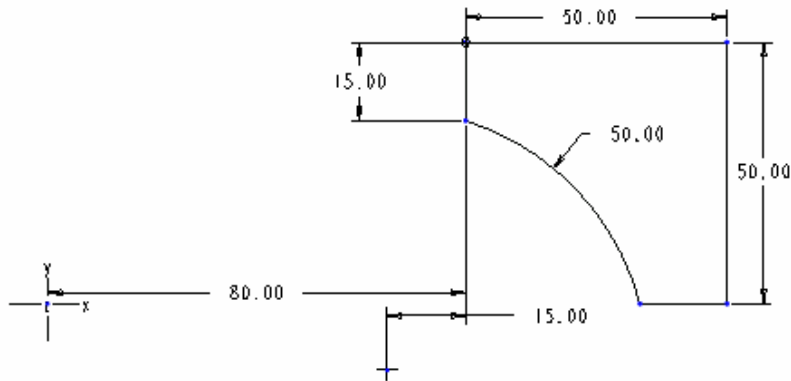

图 7-4
- (1) 单击草绘命令工具栏中的  按钮，完成第 2 个截面的绘制，在信息区出现的“是否继续下一个截面”的询问框中单击【是】按钮。
- (2) 按系统提示输入第 3 个截面与第 2 个截面的夹角度数“45”，按回车键确认。
- (3) 方法同上建立相对坐标系并绘制第 3 个截面，如图 7-4 所示。